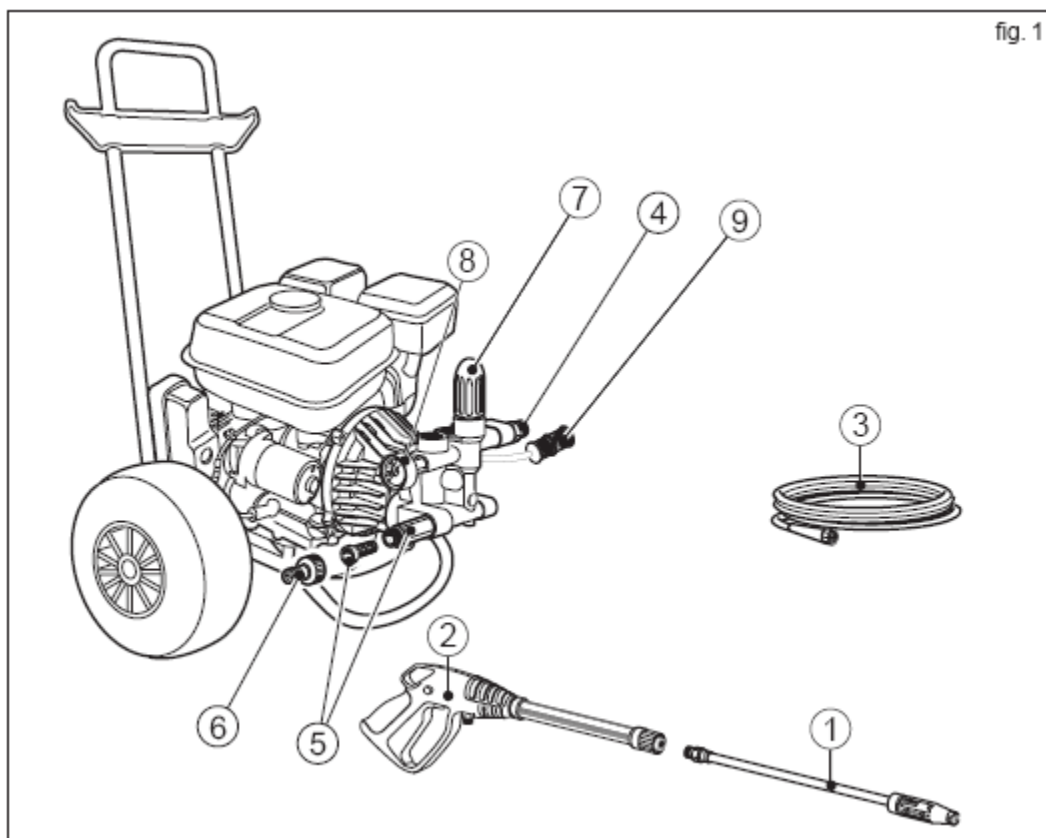

Рис. 1
ВОДЯНЫЕ СОЕДИНЕНИЯ И ЗАПУСК (см. рис. 1)
- 1) Соединить водопроводную трубу с фитингом всасывающей трубы INLET (впуск) (рис. 1, поз. 6) с использованием жесткой трубы с внутренним диаметром не менее 13 мм (1/2");
- 2) Установить струйную трубку на распылительный пистолет (рис. 1, поз 2 – 3);
- 3) Соединить шланг высокого давления (рис. 1, поз.4) с нагнетательной трубой OUTLET (выпуск) (рис. 1, поз. 5);
- 4) Соединить линию высокого давления с распылительным пистолетом (рис. 1, поз 4 – 3);
- 6) Нажать на спусковой рычаг пистолета (рис. 1, поз. 3) с тем, чтобы воздух и возможное излишнее давление были удалены из трубопровода.
Можно отрегулировать рабочее давление поворотом ручки (рис. 1, поз. 8); при повороте по часовой стрелке увеличивается подача воды и давление, при повороте против часовой стрелки, уменьшается подача воды и давление. Это можно проверить по манометру (рис. 1, поз. 9).